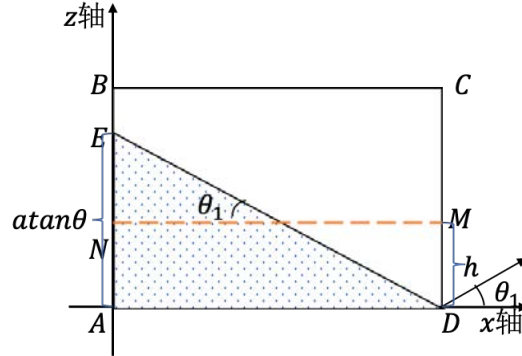

图 2：油面形状由梯形转入三角形临界点示意图
(1) 油的体积小于或等于油箱体积的一半时, 即  $h_k(t) \leq \frac{c_k}{2}$ , 油面只会呈现梯形或三角形形状。
**情况一：** $\theta$ 较小的时候，飞行器只会轻微倾斜，此时油面呈梯形形状。当倾斜角度 $\theta$ 增大到 $\theta_1$ ，油面之后会变成三角形形状，如图 2 所示。